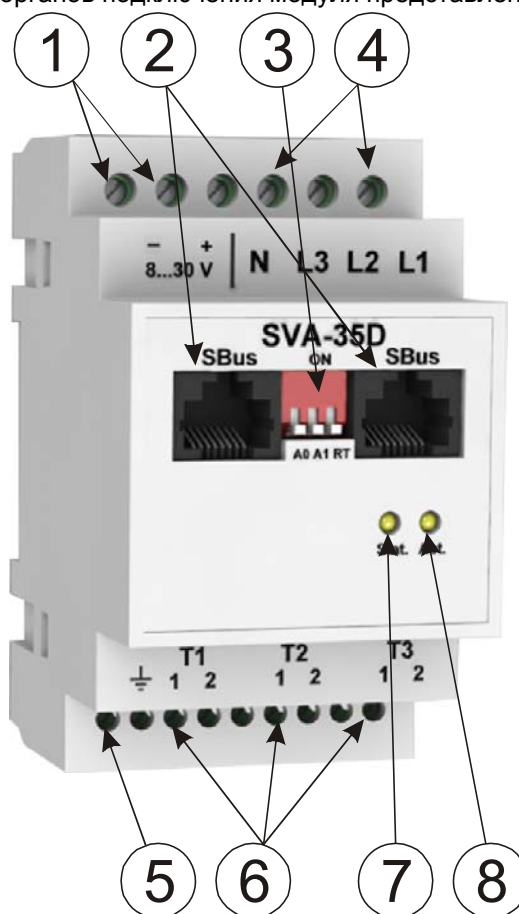

Рисунок 1 – Внешний вид и назначение органов подключения передней панели модуля
5.4 Подключите, при необходимости, терминирующий резистор "RT" модуля к шине SBus включив в положение "ON" соответствующий флажок DIP-переключателя (см. рисунок 1).
5.5 Подключите информационные кабели шины SBus к разъемам SBus модуля (см. рисунок 1) в соответствии со схемой, изображенной на рисунке 2.
5.7 Подключите проводники контролируемой сети к клеммным блокам контроля сетевого напряжения 4 (см. рисунок 1) в соответствии с маркировкой.
- установите DIP-переключателем 3 (см. рисунок 1) адрес модуля 0x60, в соответствии с таблицей 3;
- по истечению 30 секунд проконтролируйте по режиму работы индикатора “Stat.” (см. рисунок 1) активность выбранного протокола передачи данных;